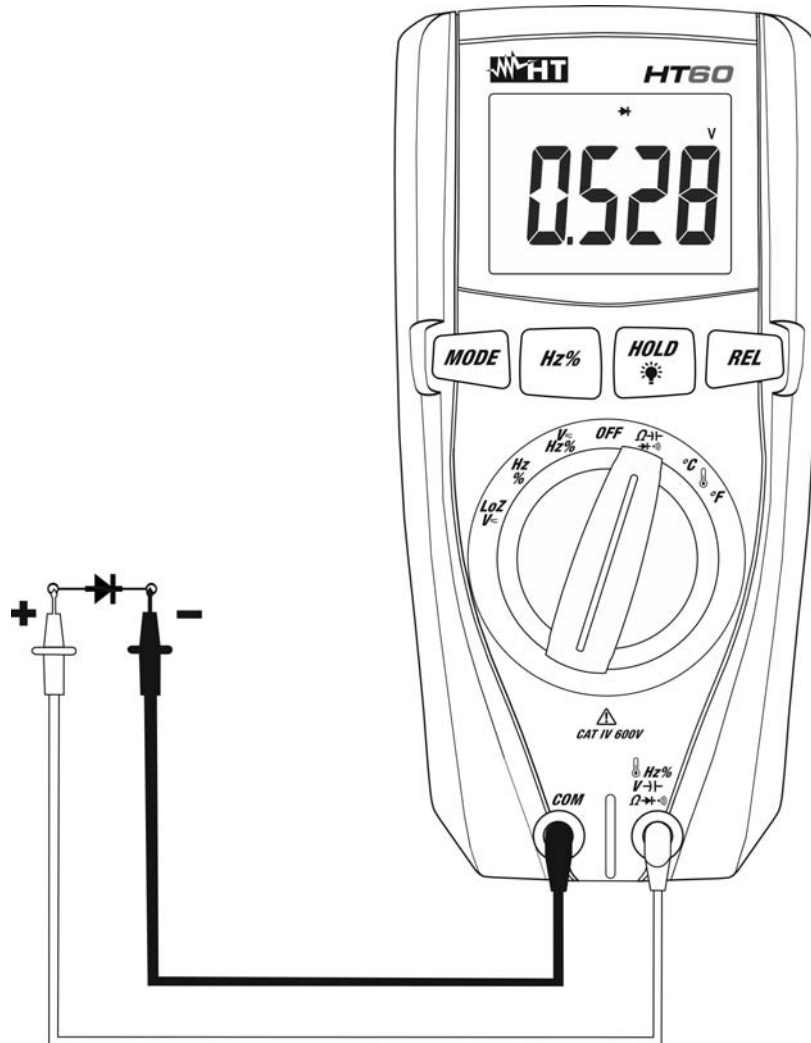

Fig. 6: Uso del instrumento para la Prueba Diodos
4. Posicione las puntas en los extremos del diodo en examen respetando las polaridades indicadas (vea Fig. 6). El valor de la tensión de umbral en polarización directa se muestra en el visualizador
6. Si el instrumento muestra el mensaje "O.L." los terminales del diodo están invertidos respecto a lo indicado en Fig. 6 o bien la unión P-N del diodo está dañada